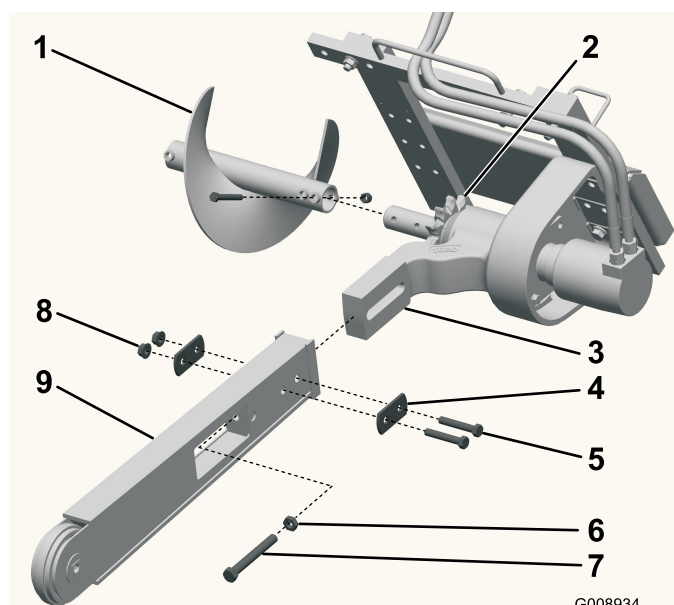

Figure 3
3. Enlevez le boulon et l'écrou de fixation de la vis sans fin de déblayage et déposez la vis sans fin (Figure 3). Mettez le boulon et l'écrou de côté pour un usage ultérieur.
4. Retirez les 2 boulons, écrous et doubles rondelles de chaque côté de la flèche (Figure 3).
5. Desserrez le boulon de réglage et l'écrou de blocage (Figure 3).